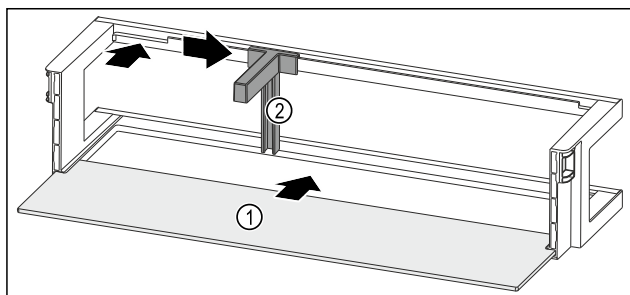

Fig. 99 Deurrek met draagplateau
- Draagplateau Fig. 99 (1) in de zijdelingse inkepingen schuiven.
- Flessenhouder Fig. 99 (2) in de uitsparing plaatsen.
- Flessenhouder Fig. 99 (2) in de gewenste positie opzij schuiven.